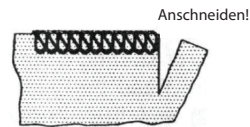

Abb. 2
Wenn Sie gleichzeitig Kanten versäubern und beschneiden, schneiden Sie den Stoff ca. 3 cm entlang der Nahtlinie, bevor Sie das Nähgut drehen (siehe Abb. 2).
2. Führen Sie das Beilaufgarn entweder durch die vordere oder durch die hintere Öffnung am Nähfuß (abhängig vom Nähvorgang, siehe Abb. 2 und 3) und legen Sie es nach hinten unter den Nähfuß.
ZUM ZUSAMMENNÄHEN VON SCHULTERN ODER ANNÄHEN VON ÄRMELN führen Sie das Beilaufgarn durch die vordere Öffnung. Vergewissern Sie sich dabei, dass es beim Durchgang durch die vordere Öffnung zwischen dem rechten und linken Nadelfaden fixiert wird (siehe Abb. 2).